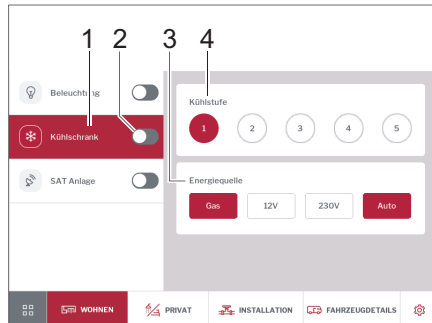

Fig. 282 Réfrigérateur
- Activer ou désactiver le réfrigérateur à l'aide de l'interrupteur coulissant (Fig. 282,2).
- Appuyer sur la touche *Réfrigérateur* (Fig. 282,1). Dans le bandeau de commande, il est possible de régler le niveau de refroidissement (Fig. 282,4) et la source d'énergie (Fig. 282,3).